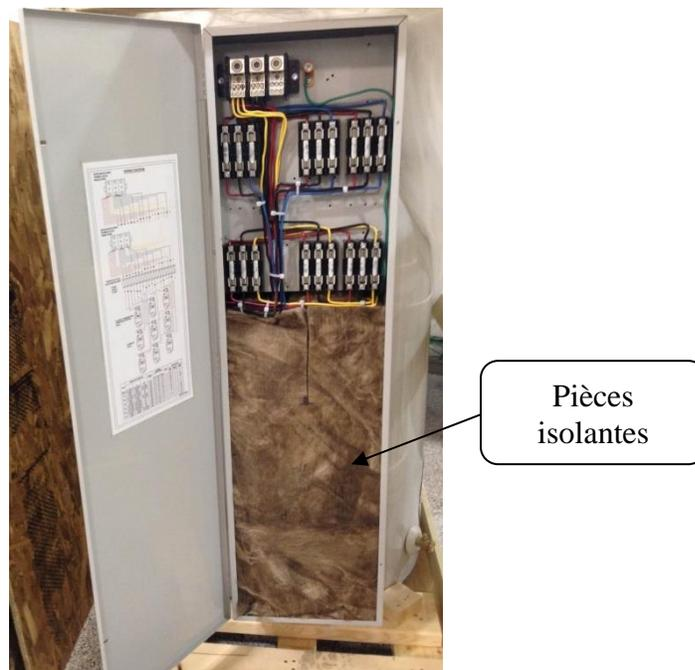

Figure 3. Intérieur du boîtier de commande
3. Retirer et mettre de côté les pièces isolantes qui se trouvent à l'intérieur de la partie inférieure de l'armoire de commande pour accéder aux éléments (voir la Figure 3).